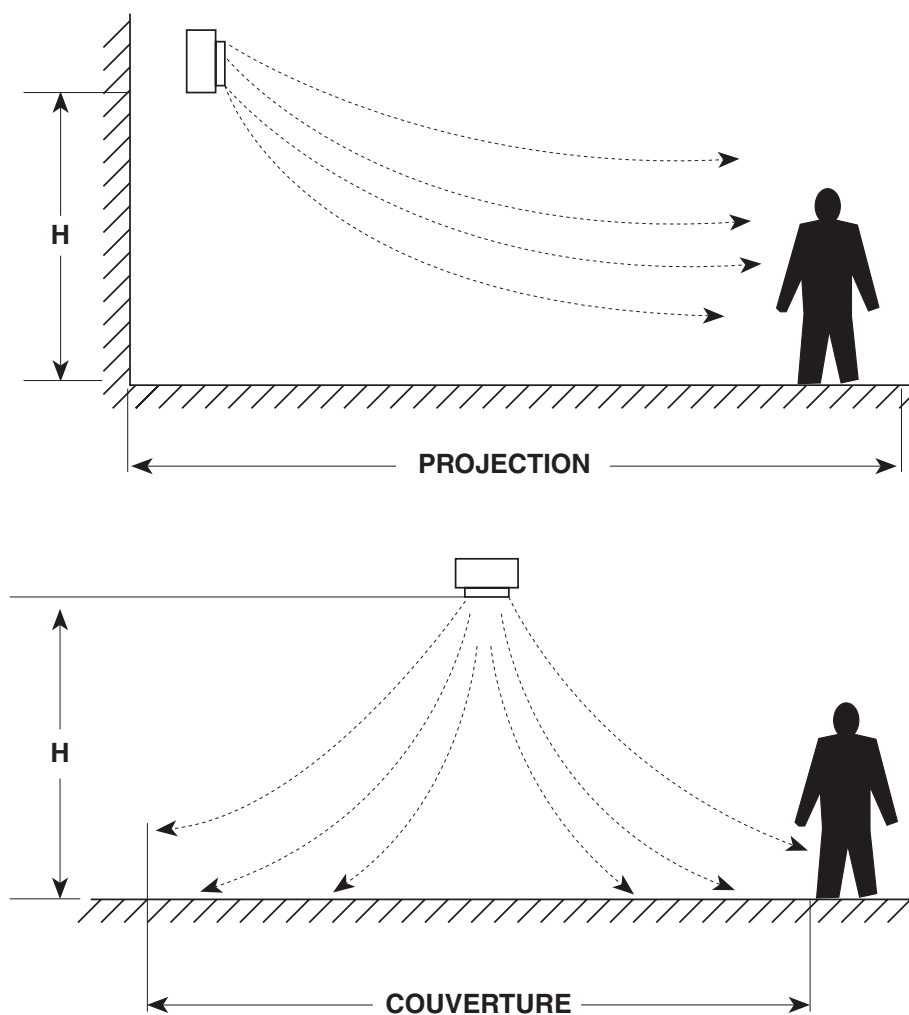

Figure 1. Projection et couverture de l'appareil de chauffage (reportez-vous au Tableau 1)
*Hauteur de montage maximale (voir Figure 1).